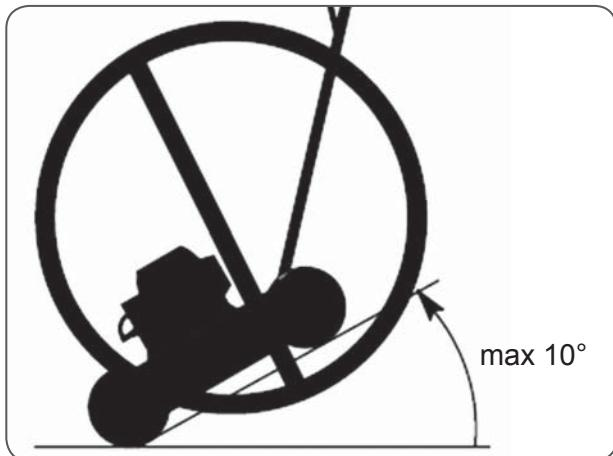

Рис.9
Перед началом работы отрегулируйте необходимую высоту кошения травы. Для этого отожмите рычаг (A) Рис.9, передвиньте и зафиксируйте его в одном из нужных положений. Убедитесь, что каждое колесо установлено на одинаковой высоте кошения.
ВНИМАНИЕ! При работе на склонах не допускается наклон газонокосилки более чем на 10° в любую сторону от горизонтальной плоскости (Рис.9).